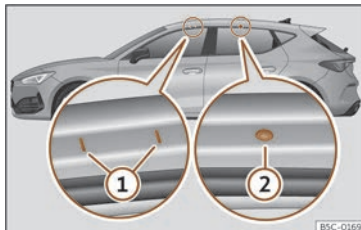

Fig. 138 Points de fixation des barres longitudinales pour la galerie porte-bagages du toit (Leon).
Les points de fixation avant et arrière ① et ② sont visibles uniquement lorsque les portes sont ouvertes»» fig. 138.